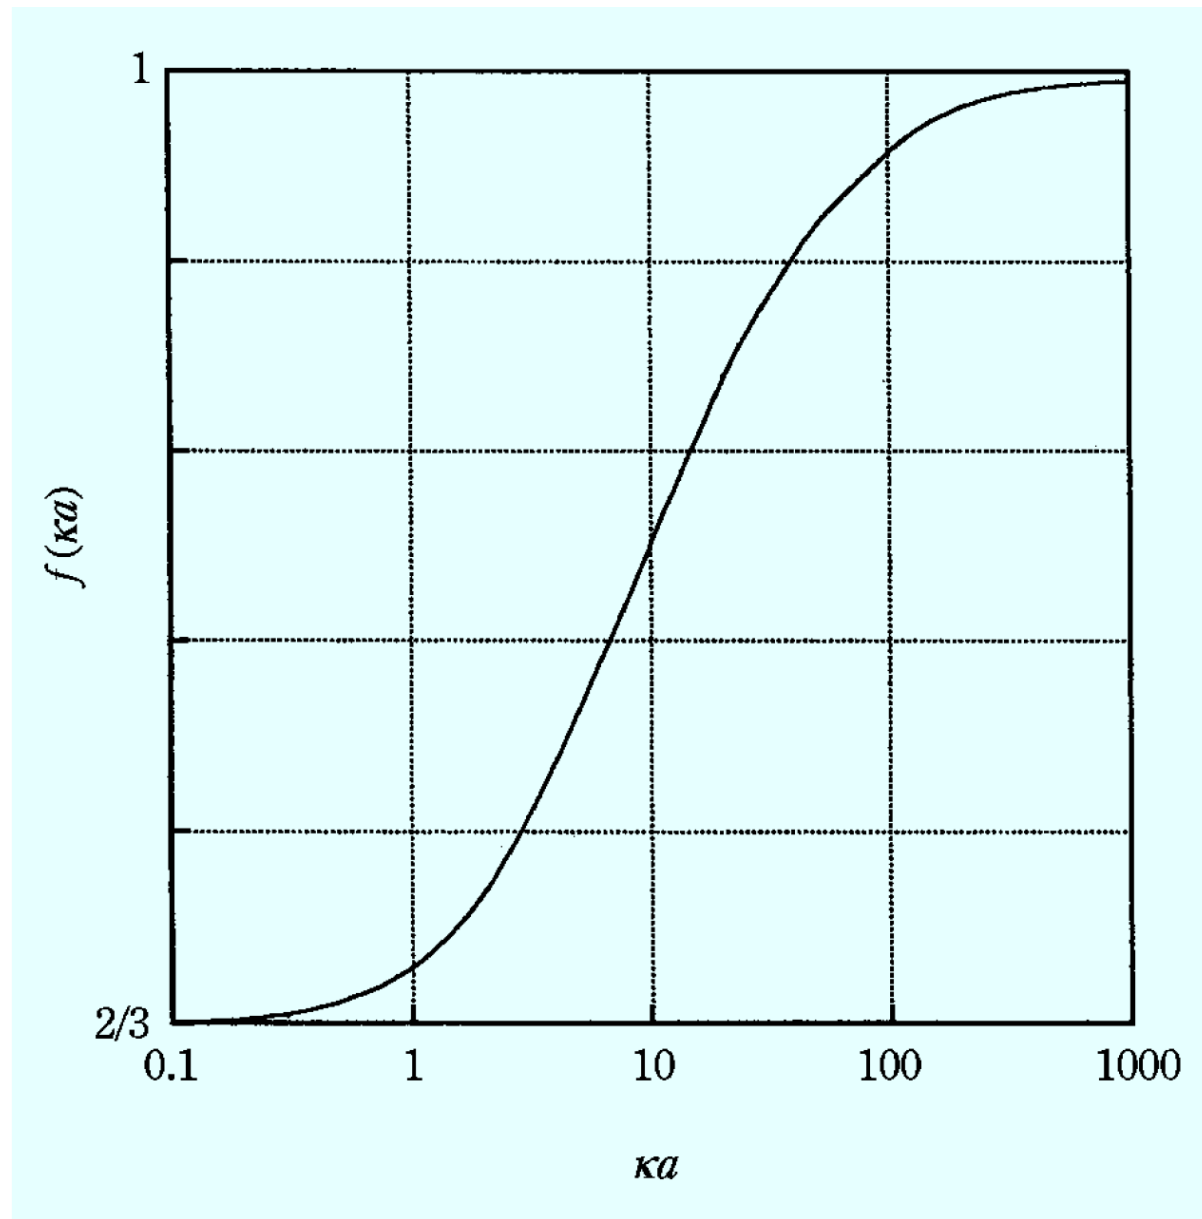

図2 Henry 係数 f の κa による変化
- ▶ 関数 $f(\kappa a)$ をHenry係数と呼び、粒子の存在による外部電場の歪みの度合いを表し、 $\kappa a \rightarrow 0$ で $f = 2/3$ となり、Henry式はHückel式になる。逆に、 $\kappa a \rightarrow \infty$ では $f = 1$ となってSmoluchowski式となり、この極限では外部電場が完全に歪んでいる。また κa の中間の値については図2のようになる。